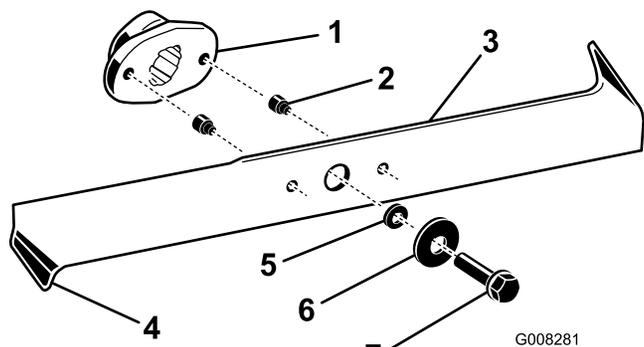

Figura 39
2. Inspeccione los filos de corte (Figura 39). Si los bordes no están afilados o tienen mellas, retire las cuchillas y afílelas; consulte Cómo afilar las cuchillas.
3. Inspeccione las cuchillas, especialmente los extremos inclinados (Figura 39). Si observa cualquier daño o desgaste en esta zona, instale inmediatamente cuchillas nuevas.
4. Si los pasadores de seguridad están rotos, sustitúyalos inmediatamente (Figura 39).
3. Retire los pernos, las arandelas y las cuchillas (Figura 39). Inserte un bloque de madera entre cada cuchilla y el cortacésped para bloquear la cuchilla mientras se retira cada perno.
1. Instale las cuchillas, las arandelas y los pernos (Figura 39).